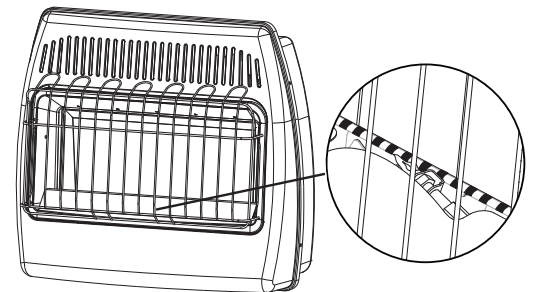

Fig. 24 - Ubicación de la llama del piloto
6. Con la perilla de control oprimida, presione el encendedor hasta que el piloto se encienda. El piloto es visible centrado debajo del quemador principal, detrás de la parrilla delantera. (Ver Fig. 24 en la página 19).
7. Mantenga oprimida la perilla de control durante (30) segundos después de que el piloto encienda. Suelte la perilla de control.
**Nota:** Si el piloto se apaga repita los pasos 3 al 7. Espere (1) minuto antes de intentar encender el piloto otra vez.
6. Con la perilla de control oprimida, presione el encendedor hasta que el piloto se encienda. El piloto es visible centrado debajo del quemador principal, detrás de la parrilla delantera. (Ver Fig. 24)